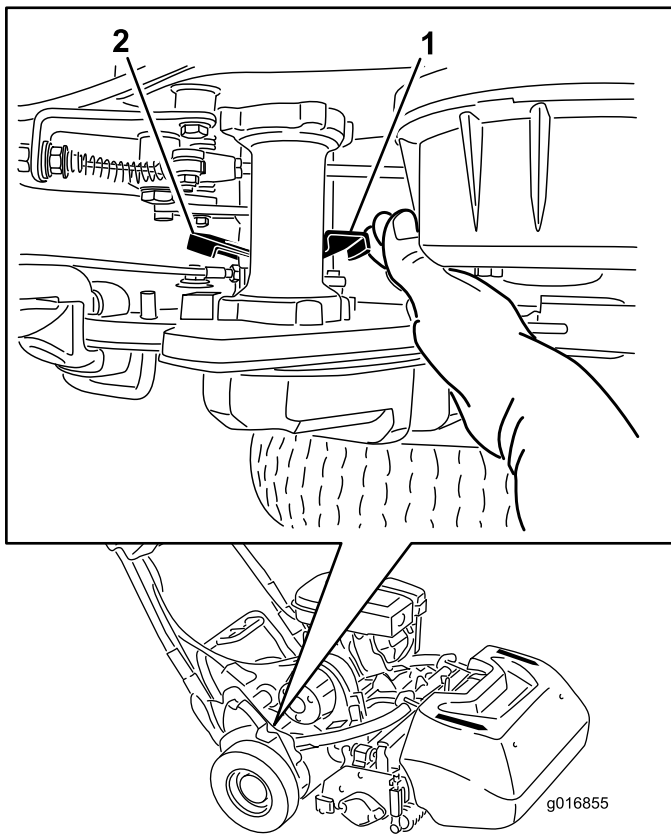

図 28
1. 機体の右後ろ角部にある走行解除レバーを探し出す (走行ハウジングドラムの隣にある) (図 28)。